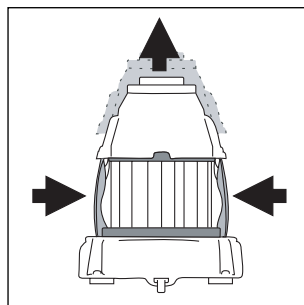

Fig. 17
- Druk lichtjes op de twee lipjes en til het bovenste deel op (fig. 17).